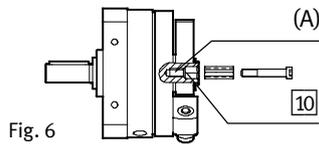

Fig. 6
- Controllare che il secondo albero portante non scivoli dall'attacco esagonale 10 (Fig. 6). Utilizzare il filetto (A) nella parte inferiore dell'esagono cavo. Qui è possibile montare una vite di fissaggio. Il secondo albero portante deve essere cavo.